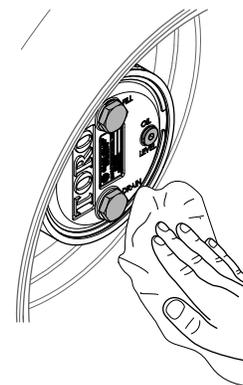

Figura 109
3. Pulite l'alloggiamento degli ingranaggi planetari e la scatola del freno (Figura 109).